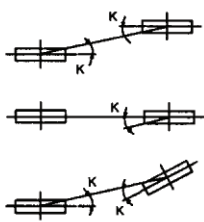

рис. 1 Угол расположения шкивов
1. Установите угол между шкивами вентилятора и электродвигателя, как показано в таб. 1 и на рис. 1.